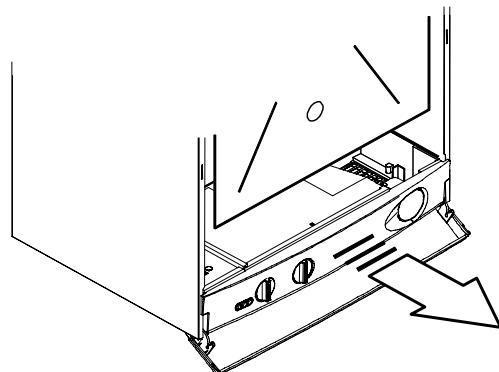

Fig. 5.12
- 3 Move the lower part of the side panels as indicated in Fig. 5.12 and pull the control panel. When completely pulled out, the panel can rotate 45° downwards to facilitate the operations on the internal parts.
- 3 Сдвиньте нижнюю часть боковой панели как указано на рис. 5.12 и извлеките панель управления. После того, как Вы ее полностью извлекли, панель можно повернуть на 45 гр. по направлению вниз, чтобы обеспечить свободный доступ к внутренним частям.